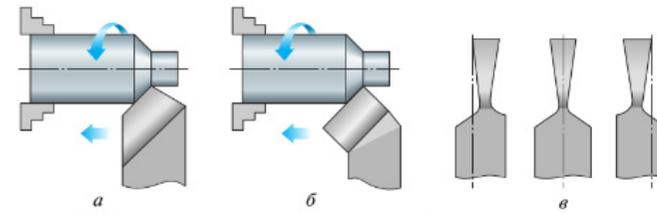

Рис. 5.17. Форма головок резцов: a — прямая; b — отогнутая; c — оттянутая
2. По форме и расположению головки относительно стержня (тела) реза: прямые, отогнутые и с оттянутой головкой (рис. 5.17).